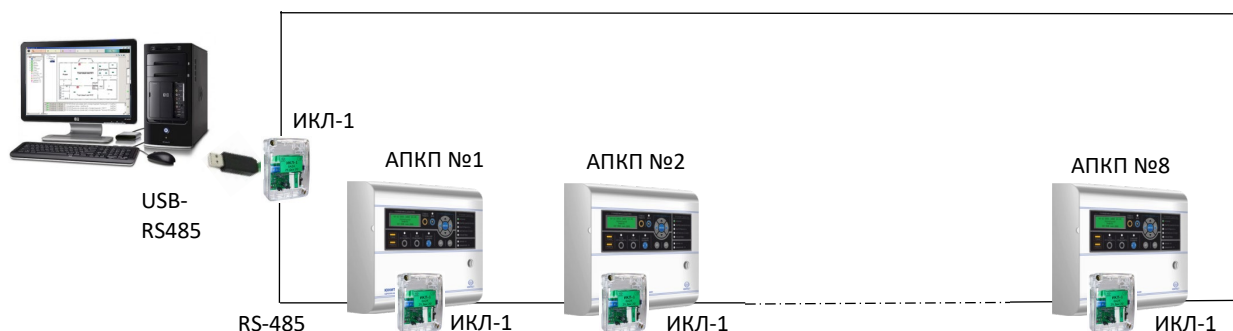

Рис. 5. Объединение в сеть до 8 АПКП. Возможность подключения компьютера.
3.3.1. Для автоматического управления устройствами пожарной автоматики, общими для нескольких АПКП, например, общими вентиляторами или насосной станцией, для объединения АПКП в сеть достаточно соединить их выходы RS-485, предназначенные для подключения к ПК, через изоляторы ИКЛ-1 к кольцевой линии межприборной связи, как показано на рис.5, и организовать логические связи между АПКП. Для этого в памяти АПКП создают таблицу межприборных связей (ТМС) с помощью ПО «Конфигуратор» (см. Руководство по программированию ЮНИТ.182.00.00 РЭ v.1.57). ТМС позволяет генерировать в АПКП заданное событие в ответ на возникновение определенного события в другом АПКП.